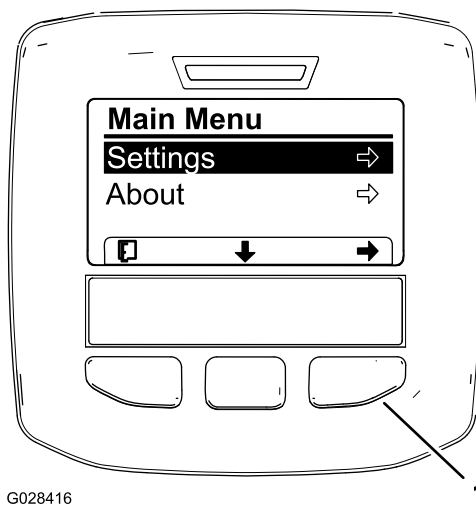
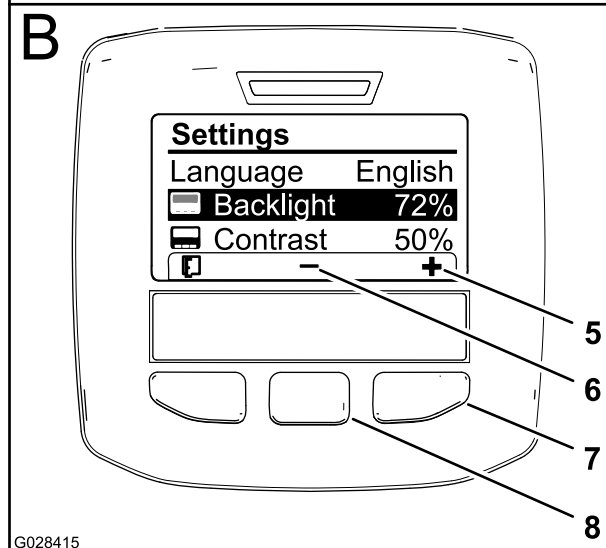

Figura 62
Figura 64
3. Carregue no botão de seleção central para aceder ao menu principal (Figura 62).
5. Pressionando o botão de seleção esquerdo guarda a sua seleção, sai do menu de definições e regressa ao menu principal (**Figura 62**).
2. Para ajustar os níveis de retroiluminação do ecrã, pressione o botão de seleção central (o botão por baixo do ícone de seta para baixo no ecrã) para se mover da opção selecionada para a definição de retroiluminação (**Figura 64**).
3. Carregue no botão de seleção direito para mostrar o contexto do ajuste de valor (**Figura 64**).
4. Utilize o botão de seleção central e o botão de seleção direito para alterar o nível de brilho do ecrã (**Figura 64**).
5. Pressionando o botão de seleção central (o botão por baixo do ícone de lista no ecrã) vai guardar a sua seleção, sair do menu de brilho e regressar ao menu de definições (Figura 64).
6. Para ajustar os níveis de contraste do ecrã, pressione o botão de seleção central (o botão por baixo do ícone de seta para baixo no ecrã) para se mover da opção selecionada para a definição de contraste (Figura 64).
7. Carregue no botão de seleção direito para mostrar o contexto do ajuste de valor (Figura 64).
8. Pressionando o botão de seleção central (o botão por baixo do ícone de lista no ecrã) vai guardar a sua seleção, sair do menu de contraste e regressar ao menu de definições (Figura 64).
9. Pressionando o botão de seleção esquerdo, sai do menu de definições e regressa ao menu principal (Figura 62 e Figura 64).
10. Carregue no botão de seleção esquerdo para regressar ao menu principal (Figura 64).